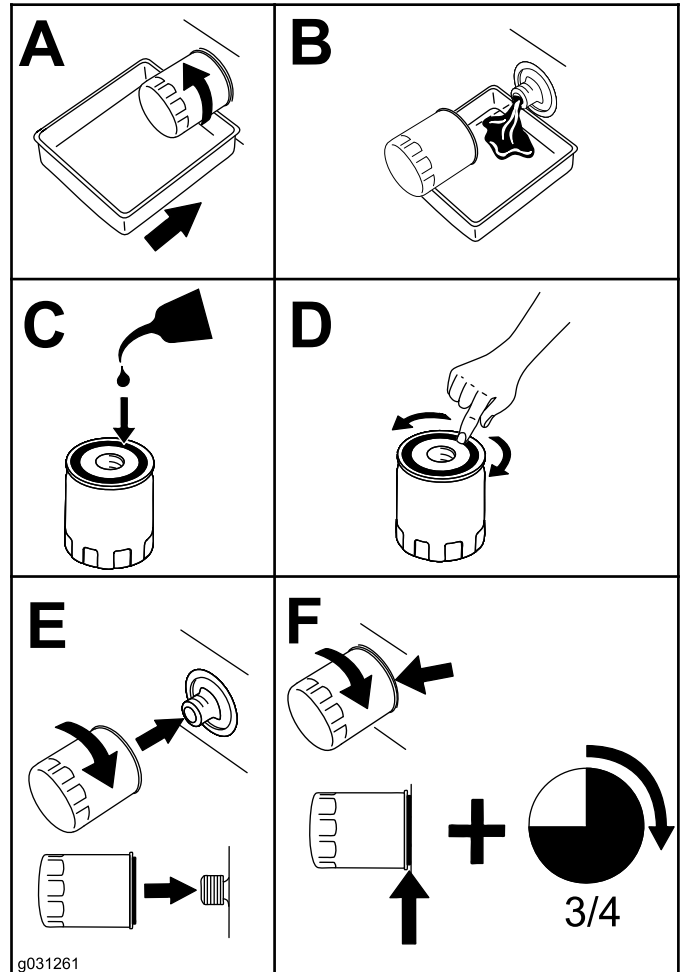

Figura 92
4. Sustituya el filtro de aceite del motor (Figura 92).